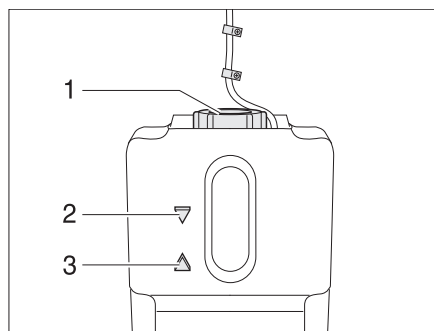

Fig. 154 Recipiente de compensación calefacción de agua caliente
- Comprobar si el líquido en el recipiente de compensación (Fig. 154) está entre la marca "MIN" (Fig. 154,3) y "MAX" (Fig. 154,2).
- Abrir la tapa giratoria (Fig. 154,1) del recipiente de compensación.